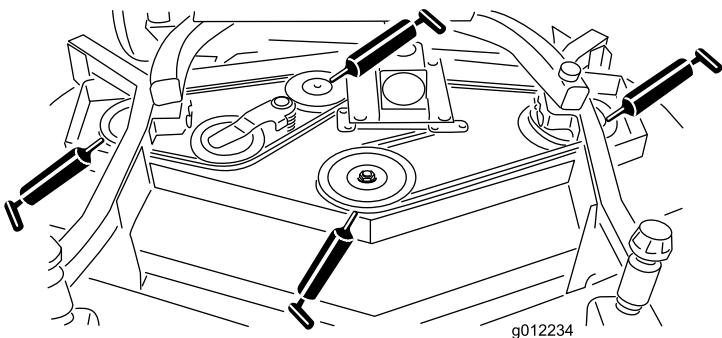

Bild 19
- Spindelwellenlager (3) (unter der Riemenscheibe) (Bild 19)
- Lager der Spannarmwelle (**Bild 19**)